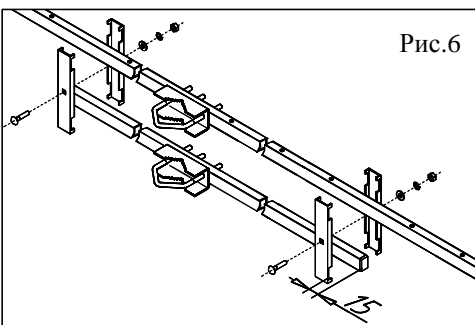

Рис.6
5.8. Смонтировать собранную штангу с нижней штангой с помощью стяжек, расположив их на расстоянии 15мм от концов нижней штанги (рис.6). Для соединения стяжек использовать винты №2. Узлы крепления должны быть направлены в одну сторону и располагаться на общей вертикальной оси.